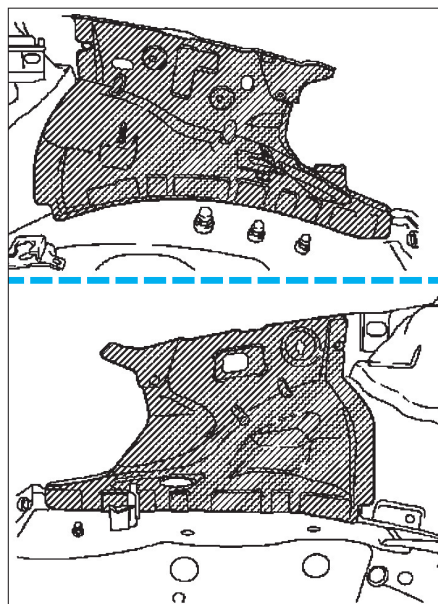

FIG. 4
- Depuis le compartiment moteur, déposer par perçage l'élément partiel du passage de roue (fig. 4).